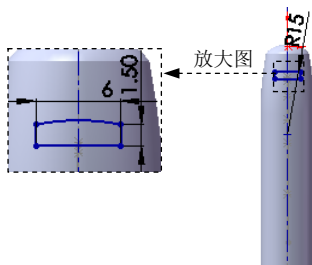

图 3.31.8 草图 3
Step7. 创建图 3.31.8 所示的草图 3。选择下拉菜单 **插入(I)**  **草图绘制** 命令，选取右视基准面作为草图基准面，绘制图 3.31.8 所示的草图。